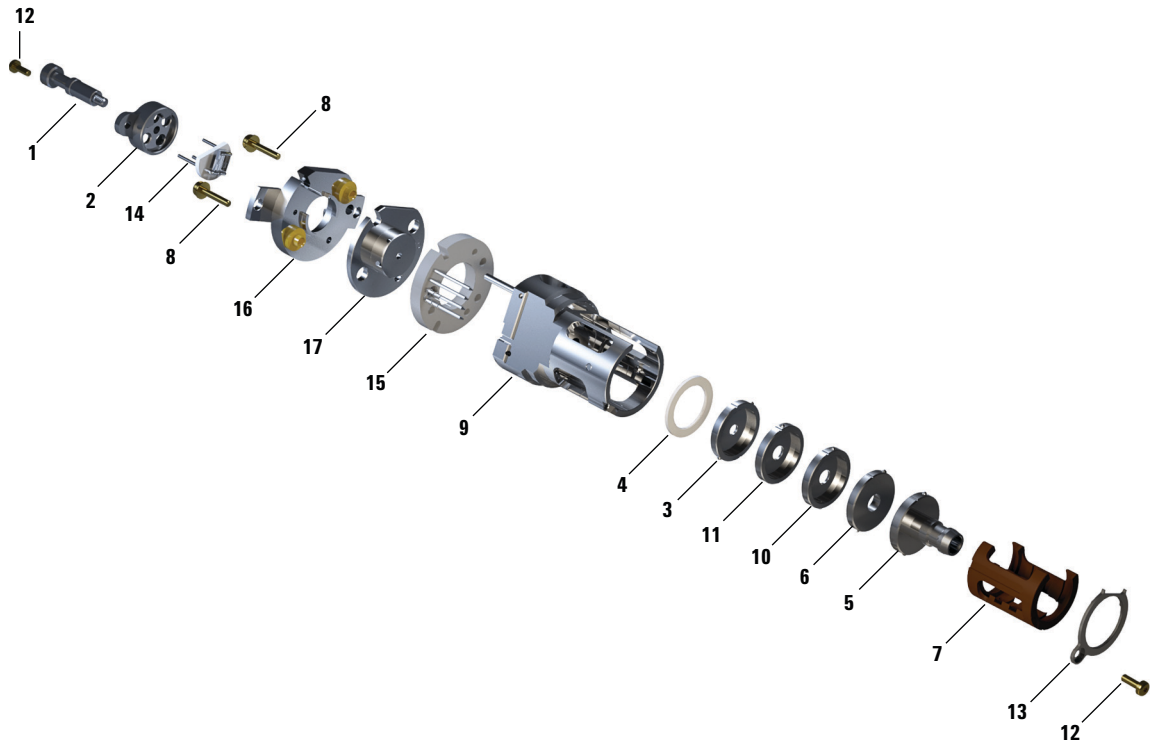

Figure 61. Montage de la source EI HES
Se reporter à la vue éclatée des pièces **Figure 61** et à la liste des pièces de la source EI HES **Tableau 19** page 206 en suivant cette procédure.
- 3 Insérer l'ensemble lentilles revêtu dans l'isolant de la source. (Voir **Figure 61** page 206.) Les numéros gravés font face à l'ouverture s'étendant vers l'extrémité de la source. Vérifier si la céramique est bien située à l'extrémité de la source.
Tableau 19 Liste des pièces de la source EI HES (Figure 61)
Tableau 19 Liste des pièces de la source EI HES (Figure 61) (suite)